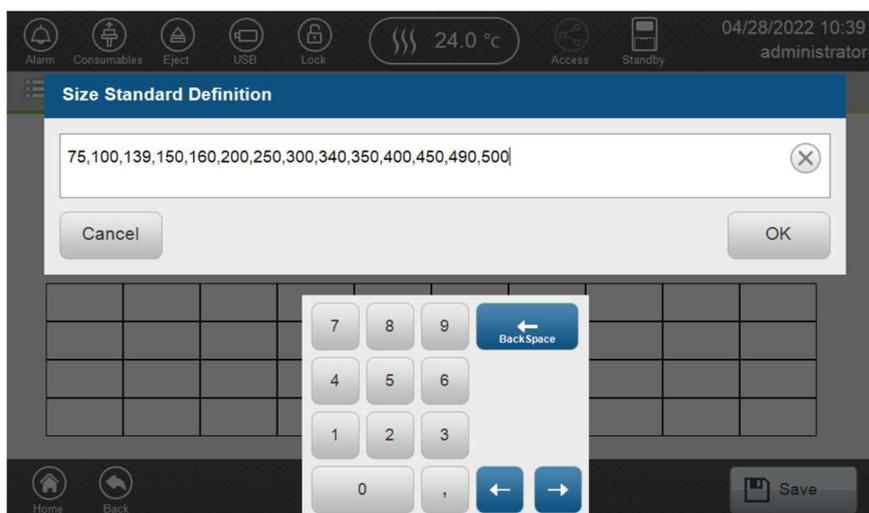

図 138 Size Standard Definition 画面
5. ポップアップ画面に size standards のサイズを入力します。(図 138)